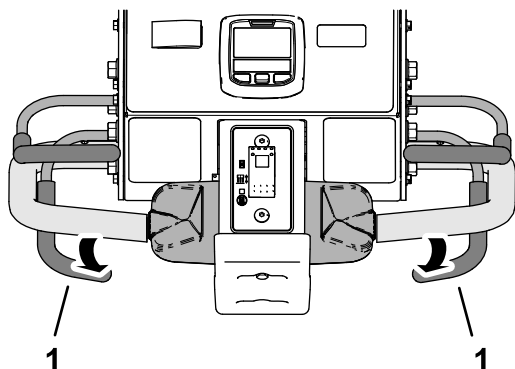

Figura 92
- Pe măsură ce anvelopa din față se rostogolește peste perimetrul zonei de aerare, eliberează maneta de aerare (Figura 92).